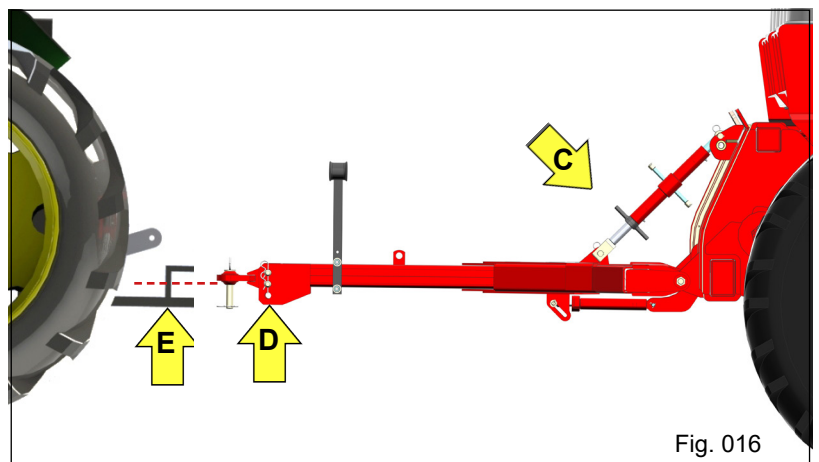

Fig. 016
- a) Utilizando o regulador do cabeçalho "C" e o engate com rótula "D", ajuste a altura do engate do cabeçalho á barra de tração do trator "E" (Fig. 016);
A barra de engate do cabeçalho possui três pontos de fixação permitindo acoplar o engate em duas posições, facilitando desta maneira o acoplamento à barra de tração do trator ("E" Fig. 016).